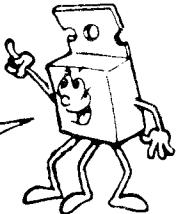

Fig. 1
- **FIG. 1** - O “velho esquema”... Particularmente, nesse diagrama, só não comprehende quem estiver muito “largadão”, já que tratasse de blocos amplificadores básicos (os detalhes serão dados no item final da presente “Lição”, no “O CIRCUITO - COMO FUNCIONA”...). “Pra variar”, é só uma questão de interpretar os símbolos, verificar **que** componentes eles representam, **como** eles se encontram interligados no circuito (e com “qual propósito”...), parametrar (isso quer dizer “ver e/ou estabelecer as grandezas ou medições”) o caminho dos sinais e variações envolvidos, etc. Para os Leitores/“Alunos” que acompanham ABC desde a 1^a “Aula”, a interpretação de um arranjo circuital basicamente tão simples não deve apresentar problemas...
- - **AS LÂMPADAS A SEREM CONTROLADAS PELO CIRCUITO** - Esse é um assunto que, embora por razões técnicas "relegado" à classificação em "OPCIONAIS/DIVERSOS", tem grande importância na implementação final da MP-22... Conforme se vê no esquema (fig. 1), existem LIMITES, não para a **quantidade** de lâmpadas, mas para a SOMA das suas Correntes, ou para a SOMA das suas "Wattagens". Quanto à Tensão, o único requisito é que todas as lâmpadas controladas sejam para 12V (Tensão nominal do sistema elétrico dos carros...). Agora vamos a alguns exemplos elucidativos: se as lâmpadas escolhidas forem para Corrente de 100mA, poderão ser ligadas **até 10 unidades** (nada impede que **menos de 10** sejam ligadas...), mantendo-